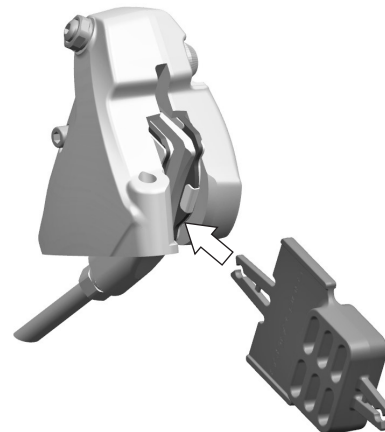

Abb.18
- Vergewissern Sie sich, falls Sie die Räder vom Fahrrad abmontieren müssen, dass Sie das Werkzeug für den Transport (Abb.18 / 19) eingesetzt haben, das bei einer zufälligen Betätigung der Bremshebel, die Annäherung der Bremsbeläge und damit das Einsetzen der Scheibe verhindert.